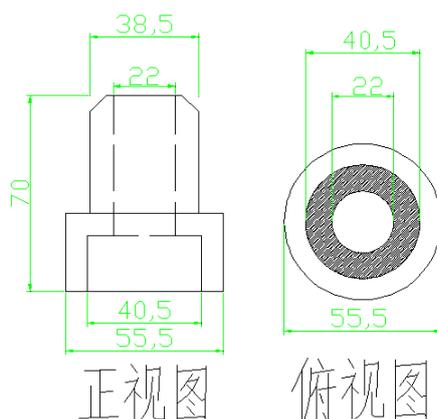

图 7-6 工件尺寸图（单位：mm）
- (1) 场地大小：800mm*550mm，材质为白底黑线喷绘布。
- (2) 工件位：终点位分布在距离机械臂底座工位中心直径 440mm 的圆弧上，如图所示与上下垂线夹角为 30° ，内圈直径 55mm，外圈直径 60mm。
- (3) 工件：工件使用尼龙材质，颜色有黑白两种，尺寸见图 7-6：